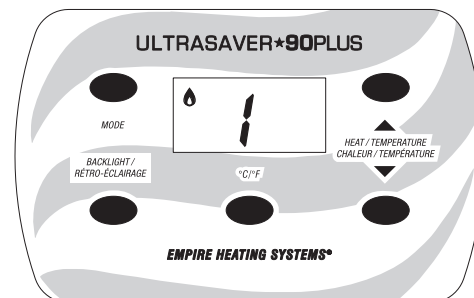

Figure 61
4. Au bout de 20 secondes, le robinet de gaz s'ouvrira et le brûleur s'allumera au plus haut niveau de chaleur. Le détecteur de flamme va vérifier si la flamme est présente sous six secondes et le témoin vert du panneau de commande s'illuminera. L'icône de flamme apparaîtra dans le coin supérieur gauche du panneau de commande une fois la présence de flamme vérifiée. Voir Figure 61.